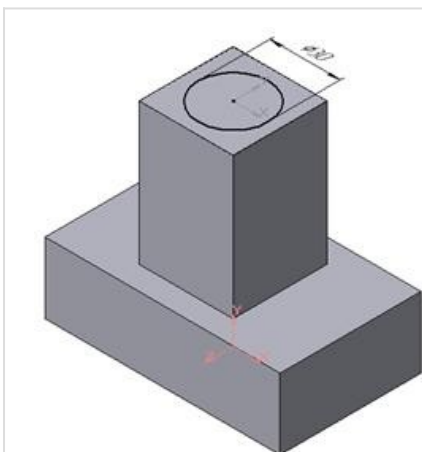
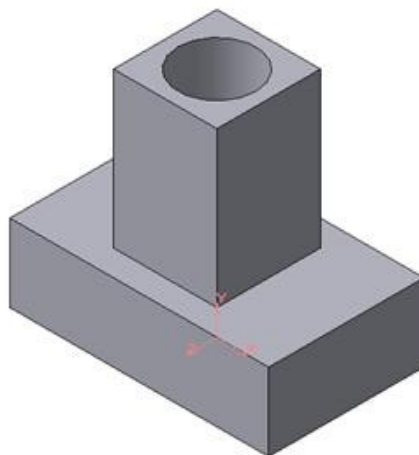

Рис.89 Эскиз отверстия
Рис.90 Операция вырезания отверстия
3. Для создания цилиндрического отверстия на верхней грани призмы вычертим эскиз отверстия – окружность радиусом 15 мм (рис.89) и вырежем отверстие выдавливанием на глубину 40 мм (рис.90).